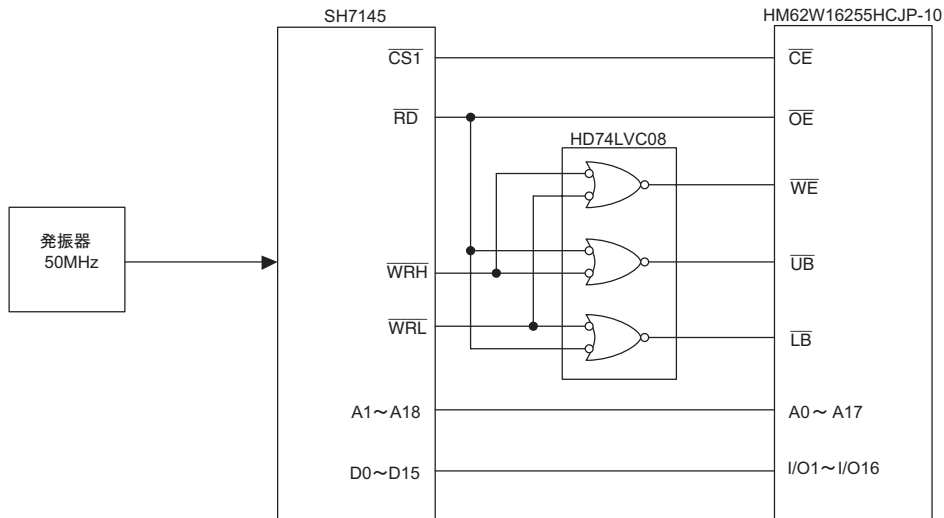

図7 SH7145 および HM62W16255HCJP-10 接続ブロック図
- (1) 図7に示すようにSH7145のモード2 (内蔵ROM有効拡張モード) により、4Mビット (256k×16) SRAM (HM62W16255HCJP-10) とのインタフェースを行います。